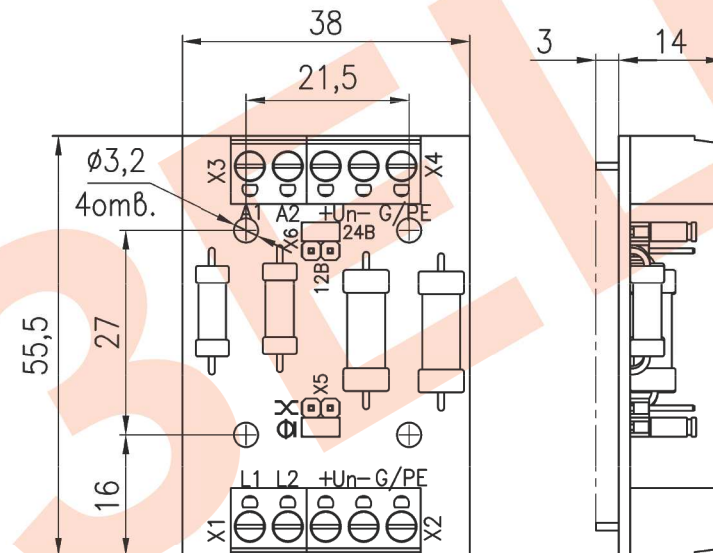

Рис.1 Габаритные и установочные размеры
19. Габаритные размеры см. рис.1